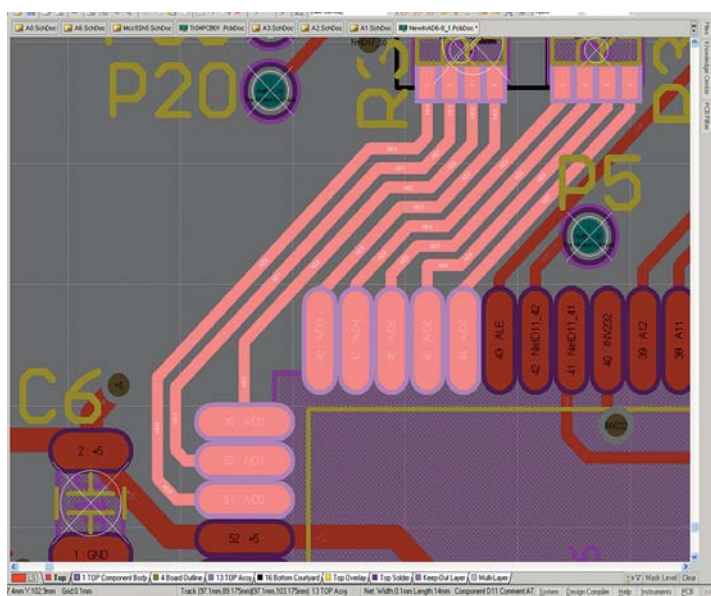

Рис. 5. Выделение класса цепей
- **Ctrl + double click** — выделить все электрические связи, принадлежащие данному классу (рис. 5);